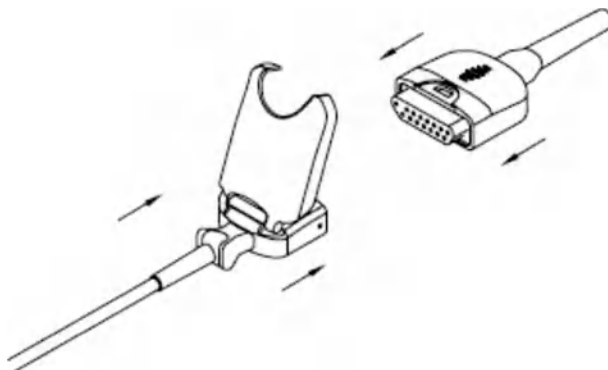

Рис. 5.1.61.
1. См. рис. 5.1.61. Расположите разъем датчика -напротив разъема кабеля для подключения к пациенту, как показано на рисунке.